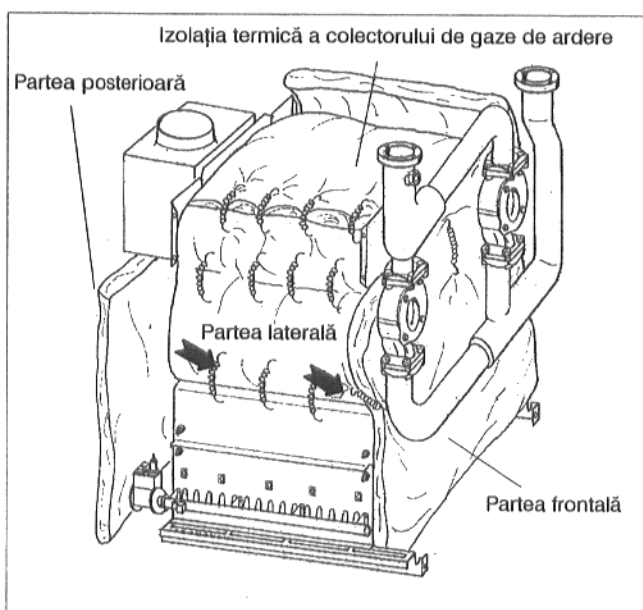

Fig. 28a
- Izolația termică a părților laterale se va introduce jos la capacul de curățire a arzătorului și se va suspenda cu trei arcuri la capacul de curățire a deschiderilor prevăzute (Fig. 28a)